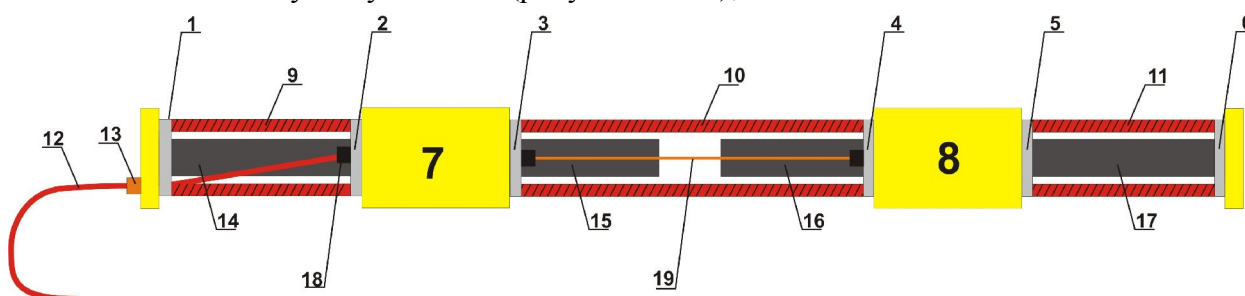

Рисунок 1.4.12. Разборка антенного блока АБДЛ «Тритон» для замены вибраторов
2. Ослабьте затяжку хомутов 1 и 2 (рисунок 1.4.12);
8. Ослабьте затяжку хомутов 3 и 4 (рисунок 1.4.12);